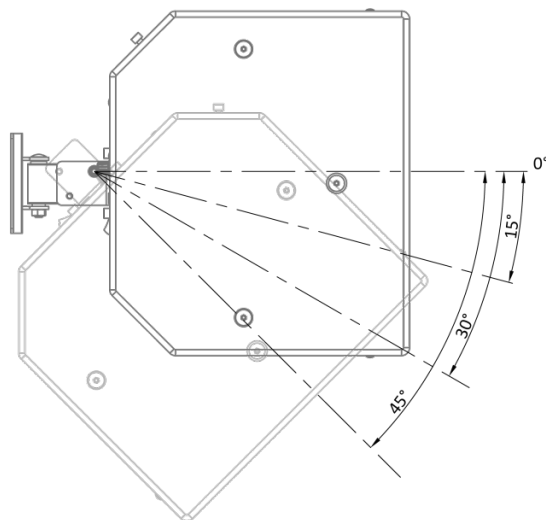

FIG.10
- Le FIG.10 e FIG.11 mostrano il possibile orientamento del diffusore sull'asse orizzontale: la FIG.10 per il diffusore montato verticalmente, la FIG.10 per il diffusore montato orizzontalmente.